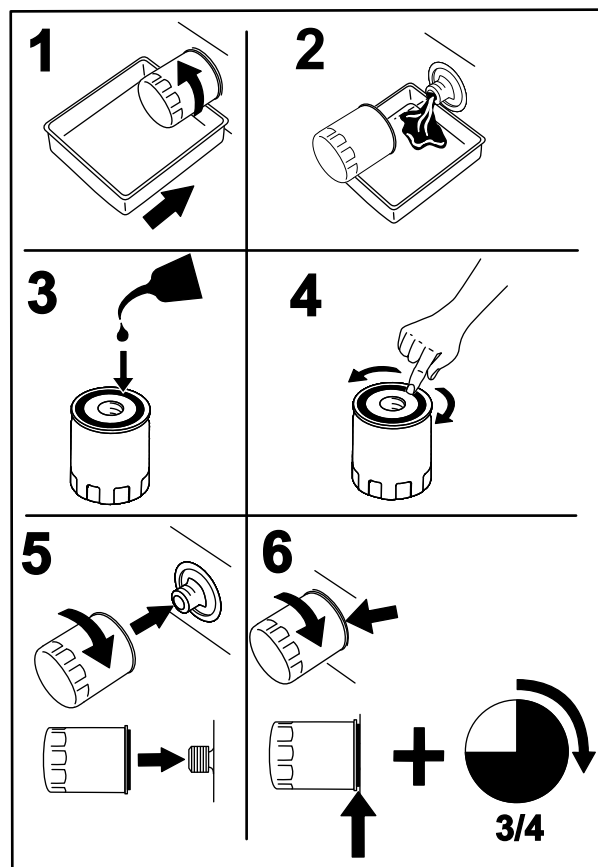

Figure 47
2. Remplacez le filtre à huile moteur (Figure 47).